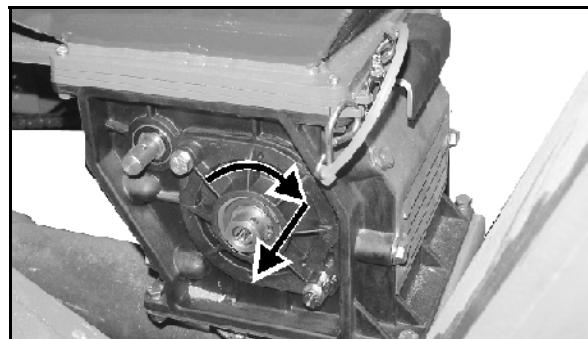

Рис. 79
4. Отверните и снимите крышку подшипника (Рис. 79).